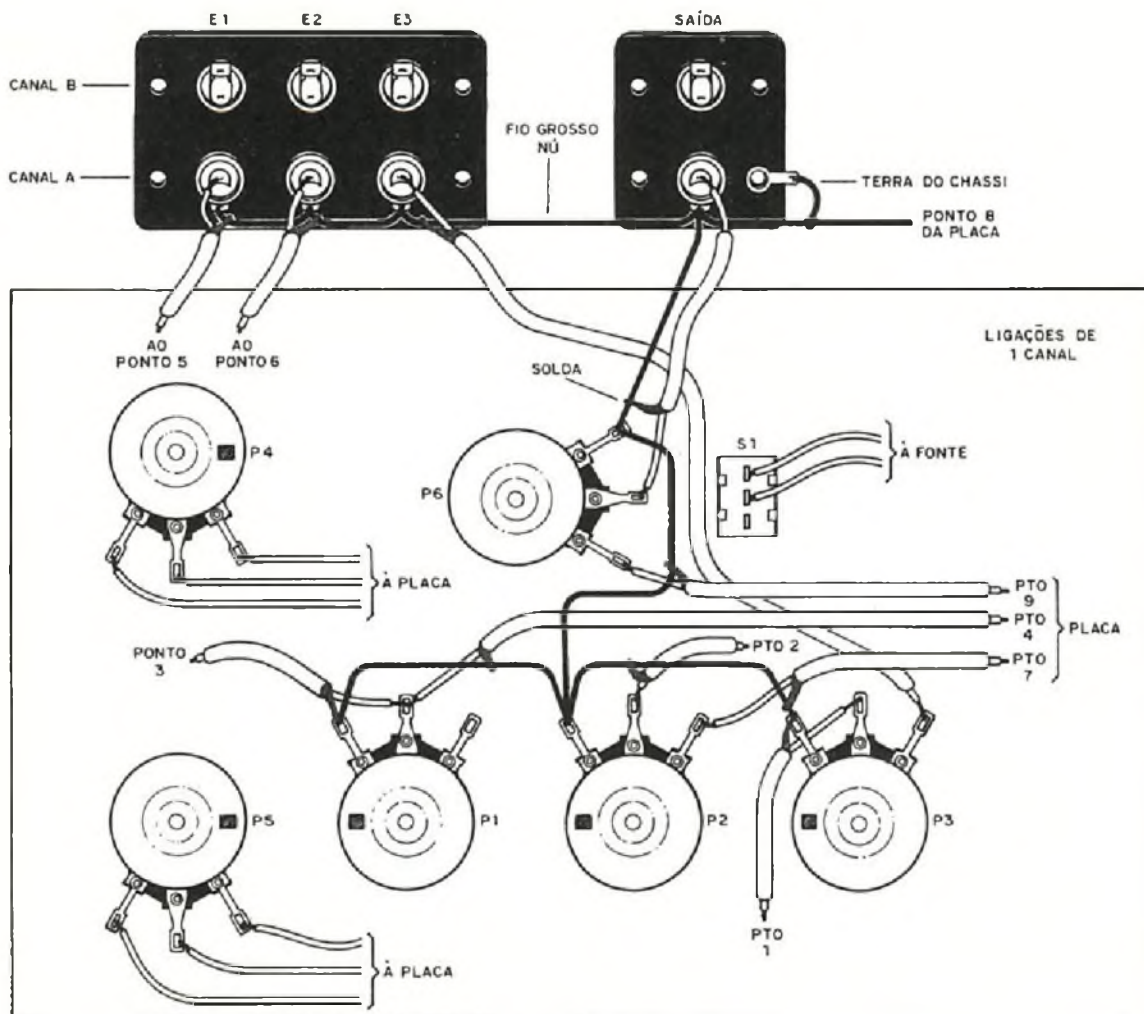

FIGURA 12
f) Faça a ligação da fonte à placa de circuito impresso usando fios curtos e em seguida a ligação dos potenciômetros, dos jaques de entrada e saída de acordo com a figura 12.